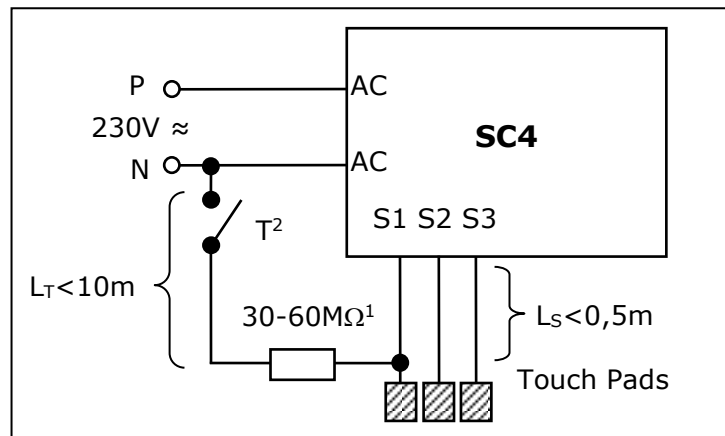

Abb. 3: Schaltbild des Dimmers mit Touch-Sensor-Verlängerung
Der Baustein beinhaltet eine automatische Strom und Spannungsüberwachung. Es ist sichergestellt, dass der jeweilige Maximalstrom (abhängig von der Anzahl der angeschlossenen LEDs) nicht überschritten wird (siehe Abb. 3). Ferner wird der Strom auf den Maximalwert geregelt, wenn der Baustein voll (zu 100%) eingeschaltet ist. Im DIMMER-Modus erfolgt keine Regelung der Zwischenwerte, jedoch wird der maximale Strom überwacht.
- 6) Siehe Abb.3 auf Seite 7.
- 12) Nur für die Soft-On-Off Variante (S)